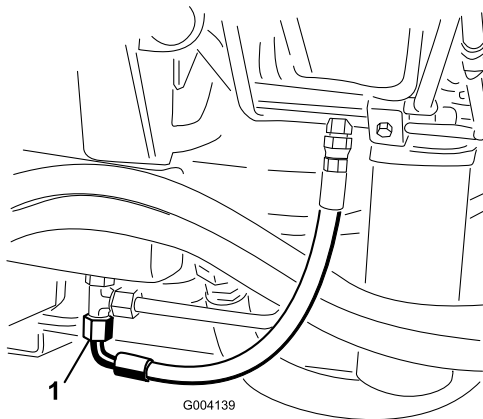

Figura 76
2. Coloque um recipiente de escoamento grande debaixo do encaixe em T preso à parte de baixo do reservatório do fluido hidráulico (Figura 76).